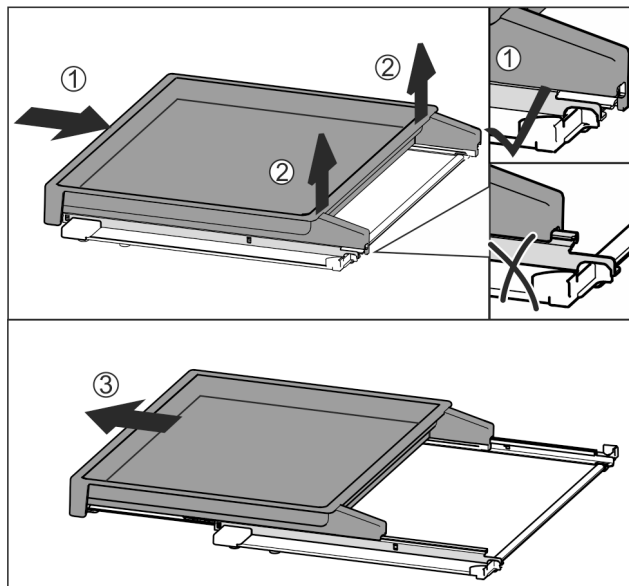

Fig. 114
- ▶ Împingeți complet raftul extractibil în interior Fig. 114 (1).
- ▶ Desfaceți blocarea din partea din spate Fig. 114 (2).
- ▶ Extrageți raftul extractibil către înainte Fig. 114 (3).